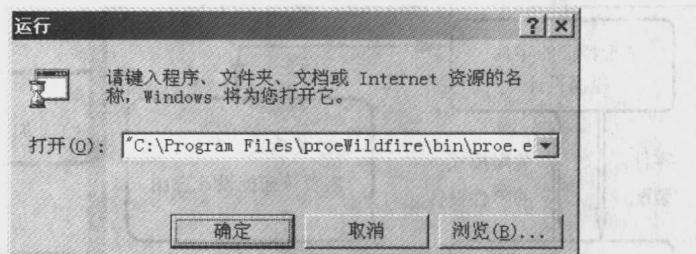

图 1-2 【运行】对话框的设置
- (1) 双击桌面上的快捷方式图标，启动 Pro/ENGINEER 野火版。
- (2) 利用 Windows 操作系统的程序启动方式，在 Windows 桌面左下方依次选取【开始】|【程序】|【PTC】|【Pro/ENGINEER】|【ProeWildfire】。这是最常用的启动软件方法，建议读者采用该方法。
- (3) 利用 Windows 操作系统的运行对话框启动。从 Windows 桌面左下方依次选取【开始】|【运行】两个选项，选取之后系统将显示【运行】对话框，用户可利用对话框右下方的浏览按钮搜寻 Pro/ENGINEER 野火版的系统执行文件，或直接输入其路径与文件名称，最后单击确定按钮即可完成运行。如图 1-2 所示为【运行】对话框的设置。